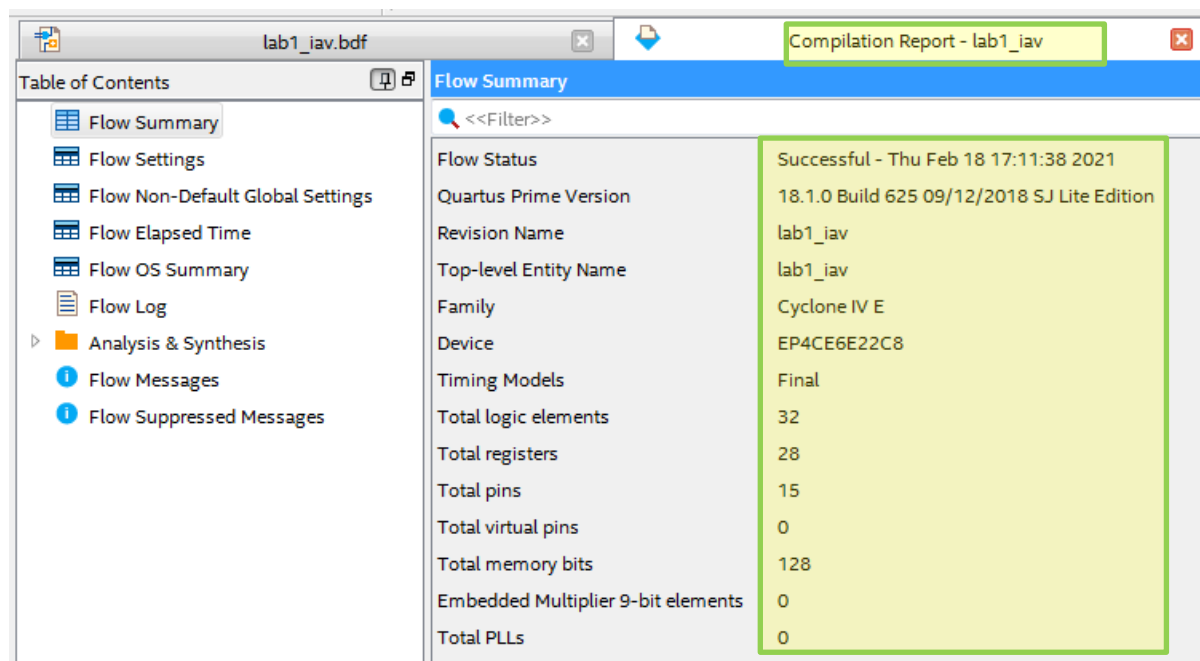
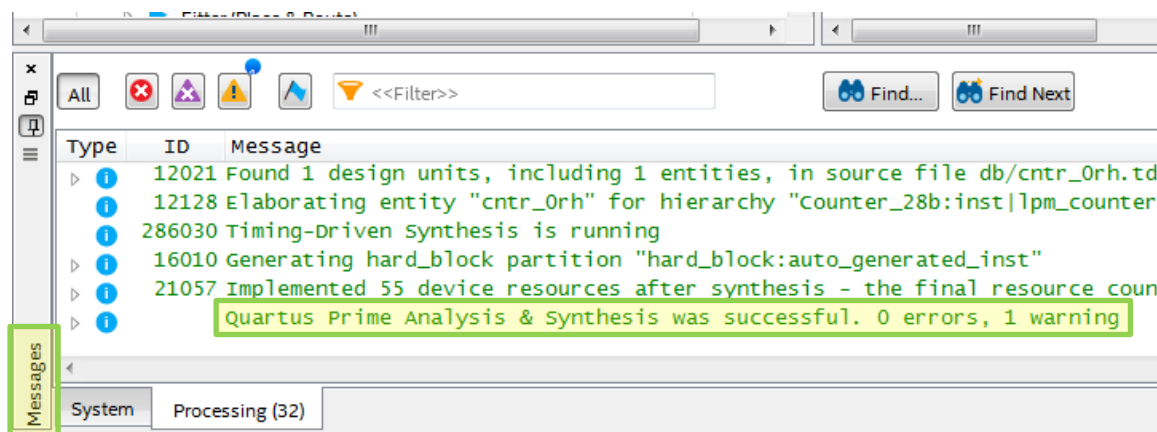

Рис. 28 Окно с результатами компиляции
Рис. 29 Окно Message с результатами компиляции
6.1. После того как схема полностью нарисована, можно провести ее проверку на правильность составления и возможность синтезировать в базе выбранной микросхемы ПЛИС. Для этого выберите задачу **Analysis@Synthesis** из окна задач **Tasks** или нажмите кнопку  на панели задач или выполните **Ctrl+K** или **Processing->Start->StartAnalysis@Synthesis**. Запустится компиляция, результаты которой можно наблюдать в окне **Compilation Report** (рис. 28). В случае успешной компиляции в окне **Message** появится информация об ее успешном окончании (рис. 29). В противном случае появятся сообщения об ошибках и предупреждения, которые необходимо устранить. Если схема не установлена в качестве целевого проекта, тогда при компиляции возможна генерация сообщения об ошибке в окне **Messages** следующего типа: